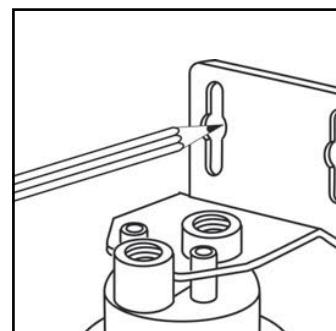

Figure 1
1. Positionner le filtre en le tenant contre le côté droit de l'armoire sous l'évier. Laisser un espace libre d'eau au moins 7,6 cm (3 po) sous le filtre pour permettre d'installer la cartouche filtrante. Déterminer l'endroit où seront installés le filtre et le raccordement à l'arrivée d'eau. Fixer le support de fixation aux endroits prévus à cette fin sur la tête du filtre à l'aide des vis autotaraudeuses fournies (figure 1).